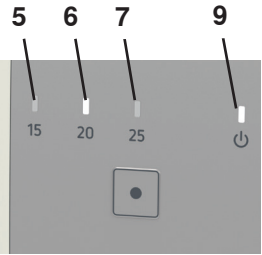

图 4
- ◆ 绿色显示灯(9，图4)快速闪烁。
- ◆ 已设好阈值的黄色灯亮起 (5，6，7，图4)。
- ◆ 绿色显示灯(9，图4)亮起
当流量大于所设的阈值时，相应的显示器(5, 6, 7，图4)就亮起了